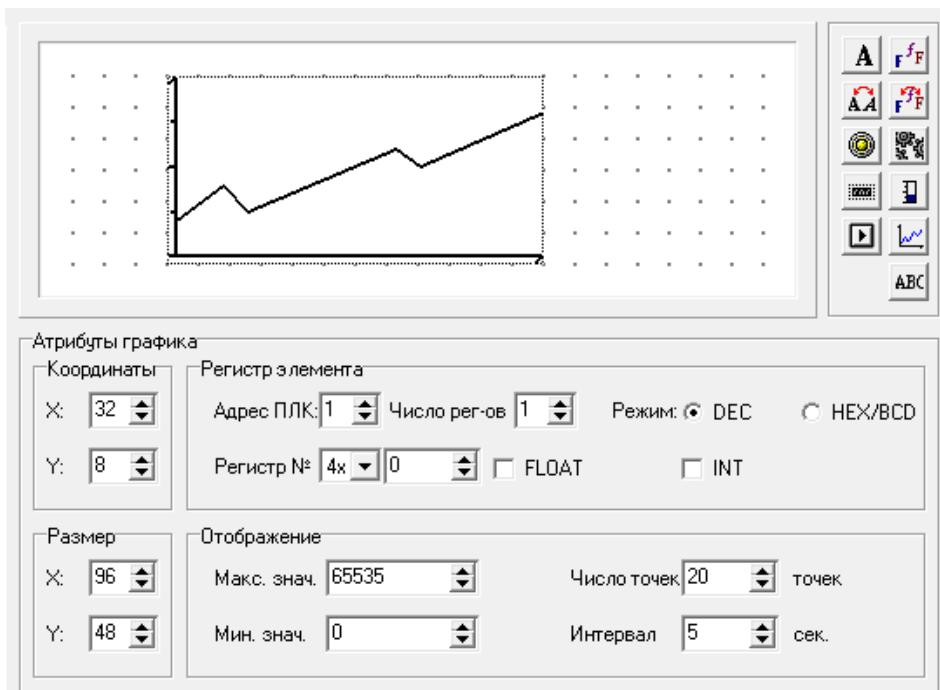

Рисунок 4.16 – График
1. Нажать кнопку  Откроется область задания параметров графика (см. рисунок 4.16).
3. В группе полей «Размер» отображается величина ширины (X) и высоты (Y) графика, которые могут быть изменены с помощью кнопок со стрелками.